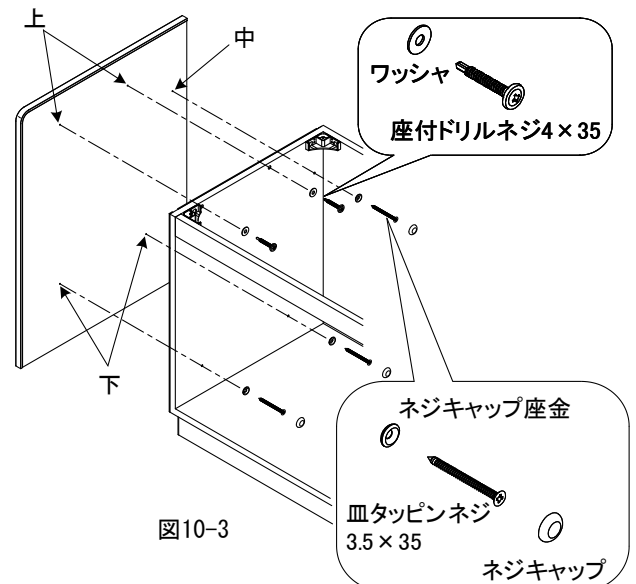

図10-3
(3) エンドパネルの固定
- ① ネジでエンドパネル本体を後壁に押しつけながら、キャビネットに固定してください。(図10-3)